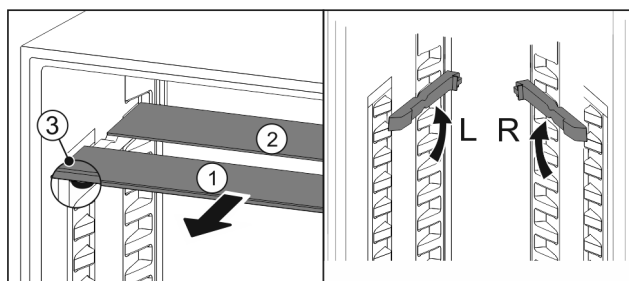

Fig. 121
- ▶ Extrageți Fig. 121 (1) pe rând plăcile de sticlă spre înainte.
- ▷ Placa de sticlă Fig. 121 (1) cu șipca decorativă se află în față.
- ▷ Opritoare Fig. 121 (3) indică în jos.